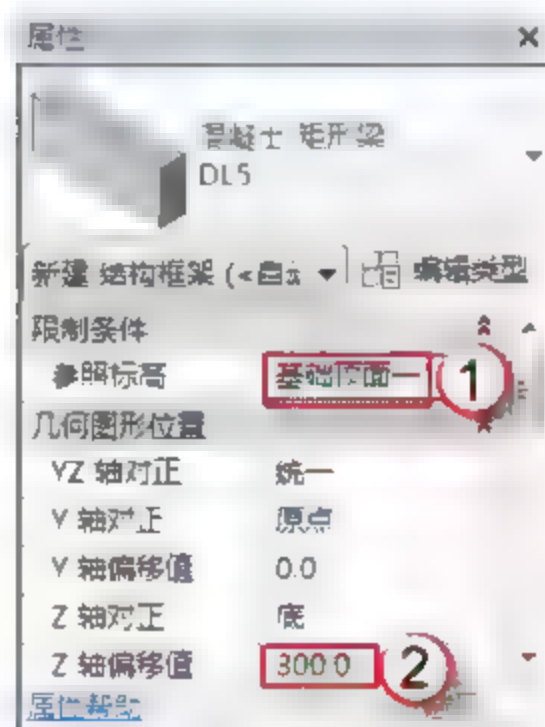
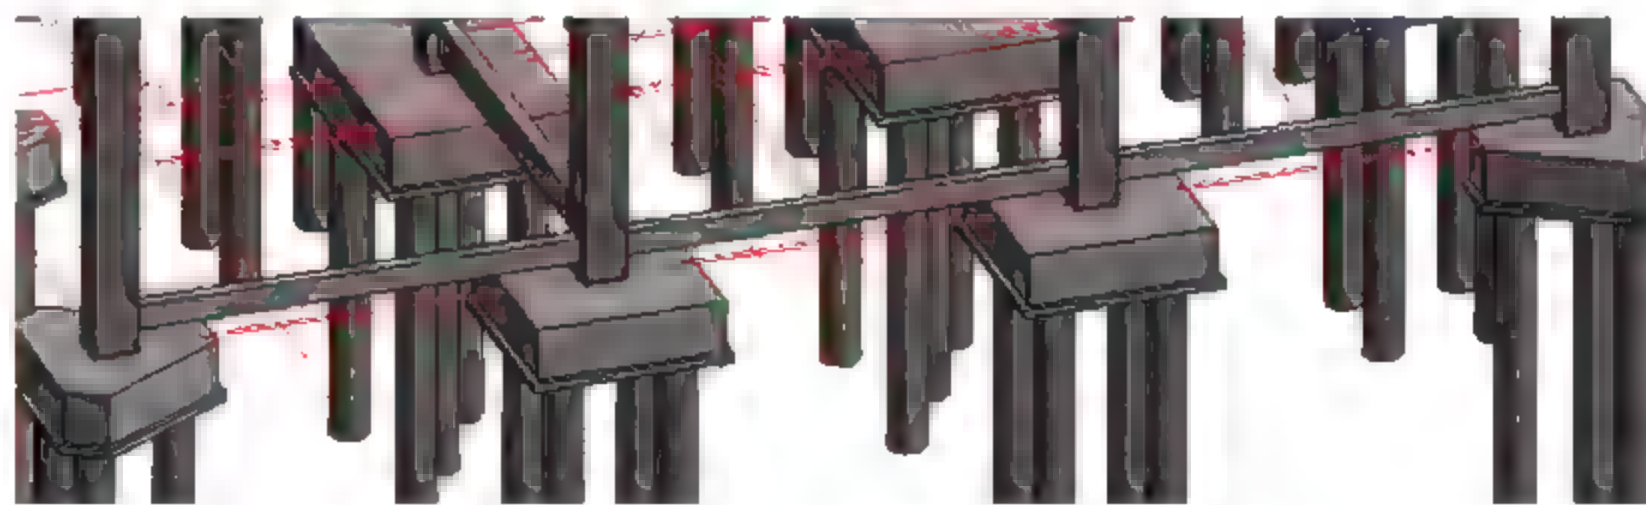

图 3.1.62 设置 Z 轴偏移值
图 3.1.63 绘制 DL5
(13) 绘制 DL5。选择“结构”→“梁”命令，在“属性”面板中调整参数标高（基础顶面-1），Z 轴偏移值 300 个单位，如图 3.1.62 所示。找到 DL5 的位置从一侧向另一侧绘制，如图 3.1.63 所示。